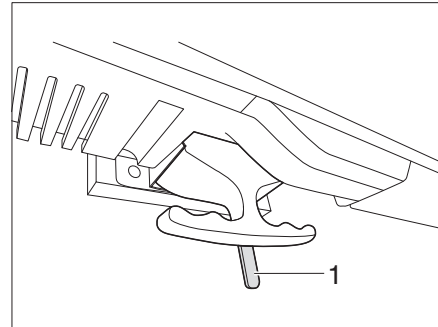

Fig. 137 Sbloccaggio dello schermo piatto
- Spingere la leva (Fig. 137,1) verso sinistra. L'arresto è sbloccato.
- Spingere la leva (Fig. 137,1) al centro. Lo schermo piatto è bloccato.